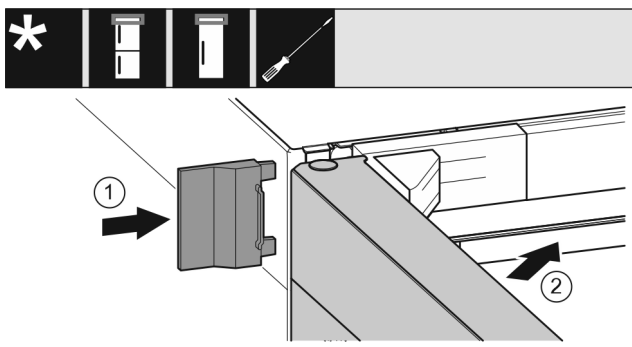

Fig. 22
- ▶ Wsunąć zewnętrzną osłonę. Fig. 22 (1)
- ▶ Zamknąć górne drzwi. Fig. 22 (2)